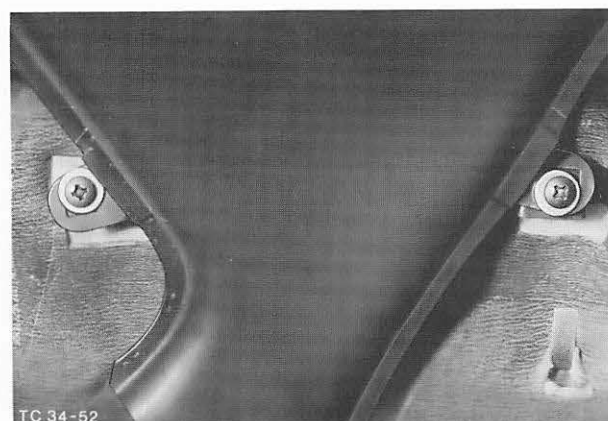

Abb. 48 Befestigung Entfrosterdüse rechts an Stirnwand
2. Entfrosterdüse von der Stirnwand abbauen (2 Schrauben), Abb. 48. Schlauch vom Stutzen des Verteilerkastens abziehen und Düse komplett mit Schlauch herausnehmen. Schlauch von der Düse abziehen (geklebt).
3. Schlauch aufschieben und Düse mit Schlauch einbauen, Abb. 48. Dabei auf korrekte Lage des Dämpfungsmaterials (an Schlauch und Düse) achten.